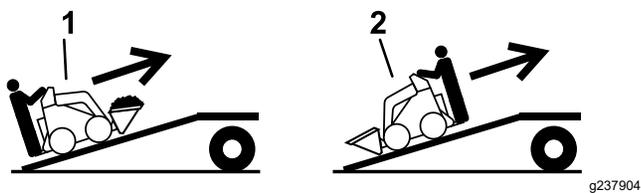

図 17
5. 積み込みは、機体の前後のうち重い方を山側登り側にして行う 図 17。